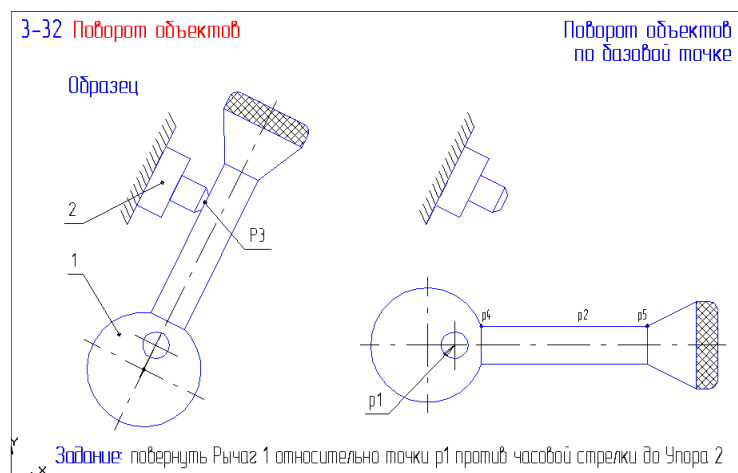

Рис. 38
40. Откройте файл фрагмента 3-32 (рис. 38). Выполните поворот рычага 1 вокруг точки p1 до точки p3. Предварительно постройте тонкой линией окружность с центром в т. p1 через середину опорной линии упора 2 (т. p3). Выделите рычаг 1 и в команде **Поворот** задайте центр поворота в т. p1, базовую точку в т. p2 (привязка – пересечение) и новое положение базовой точки – т. p3. Результат сохраните.